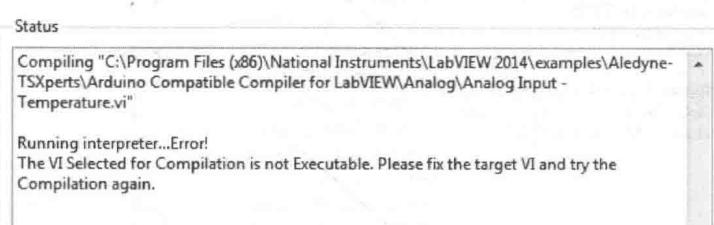

图 1-9 查看编译信息
(5) 查看编译信息(见图 1-9)。如果编译成功,那是唯一设置验证 VI 的最好方式。状态栏中提供的编译结果信息方便初始阶段调试,某些编译失败和错误信息也会及时提醒编程者注意加以修改。